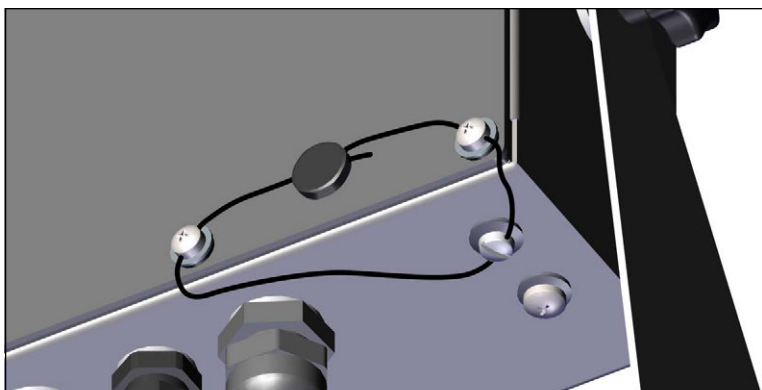

Figura 2-13. Sigillatura dell'indicatore – Accesso vietato
3. Far passare il filo di sigillatura attraverso le viti a testa cilindrica sulla piastra posteriore e la vite a testa cilindrica sul fondo dell'involucro, come mostrato in Figura 2-13.